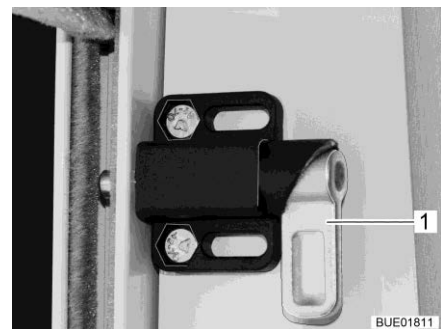

Bild 21 Sicherungsriegel
- Auf beiden Seiten den Sicherungsriegel (Bild 21,1) nach unten drehen.